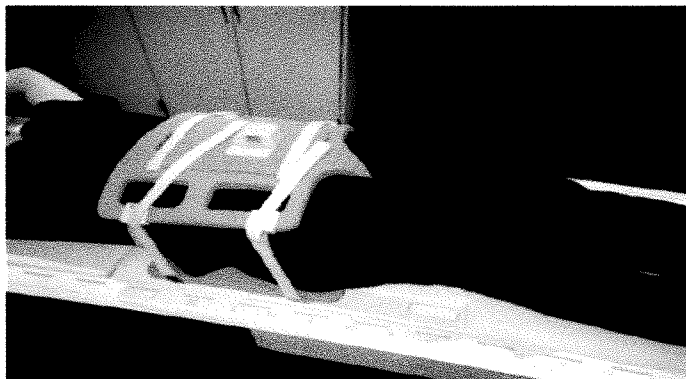

Abbildung 9: Rückenlage. Kopf-zu-Kopf-Patient bereit zum Scannen. Die Bohrung befindet sich auf der linken Seite.
- 1) Legen Sie die PROCURE-Spule™ flach aus, wobei die nicht patientenbezogene Seite nach unten und das vordere Ende der Bohrung zugewandt ist (links in Abbildung 9). Verwenden Sie Kissen und Komfortpads für den Patienten nach Bedarf, um den Patientenkomfort und die Positionierung zu gewährleisten.
- 2) Nachdem Sie die Spule wie in Abbildung 9 dargestellt positioniert haben, schließen Sie den vorderen Kabelstecker an die vordere Spulenbuchse an. Bewegen Sie die Spule so, dass das Kabel an den entsprechenden Anschlussanschluss des MRT-Scanners angeschlossen werden kann.